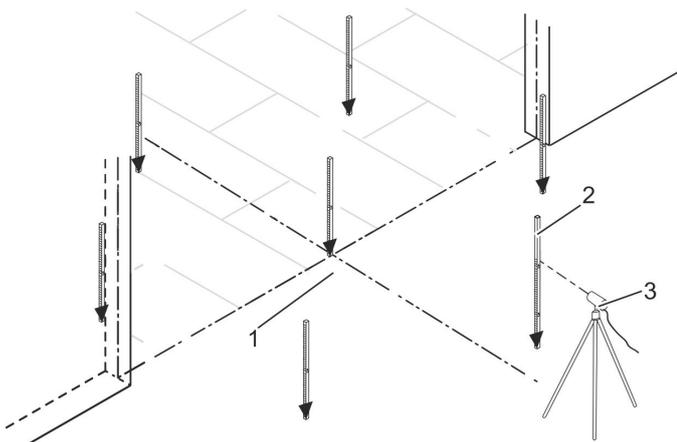

Рис. 32 Выравнивание на чистовом полу
2. Установить лазерный прибор для выравнивания (рис. 32/3) в горизонтальное положение перед поверхностью сборки (рис. 32/1).
3. Установить нивелировочную рейку (рис. 32/2) в вертикальное положение в любой точке на площади монтажа для выбора опорной точки.
5. Повторить измерения по меньшей мере в 6 разных точках, как показано в примере на рис. 32, и записать полученные значения.